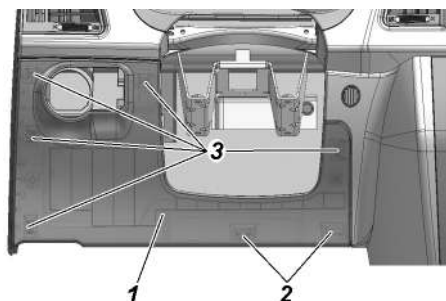

Рис. 9.31. Установка крышки блока реле и предохранителей :
- вывести из зацепления две защелки 2 (рис. 9.31) с обратной стороны крышки блока, расположенные в нижней ее части;